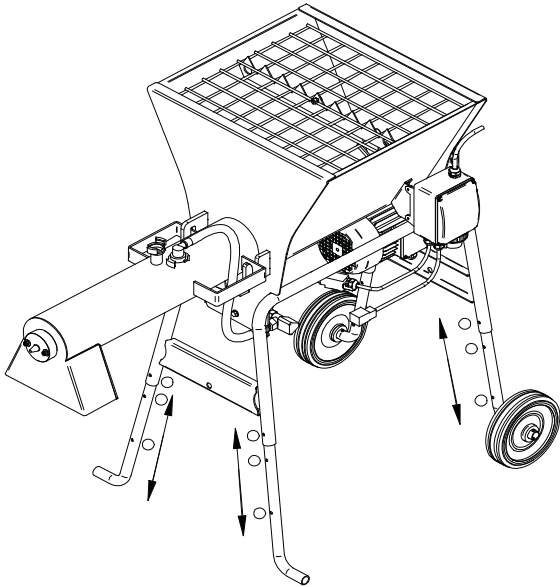

РИС. 6
11. ВЫСОТА РАЗГРУЗКИ (СМ. РИС. 6):